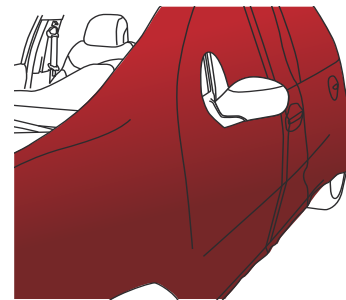

Figure 27
- Le film est tendu sur la totalité de la surface à couvrir. Vous allez maintenant pouvoir procéder à l'application du film (FIG. 27) tel que décrit dans les paragraphes 4.2 à 4.4 selon les surfaces rencontrées.